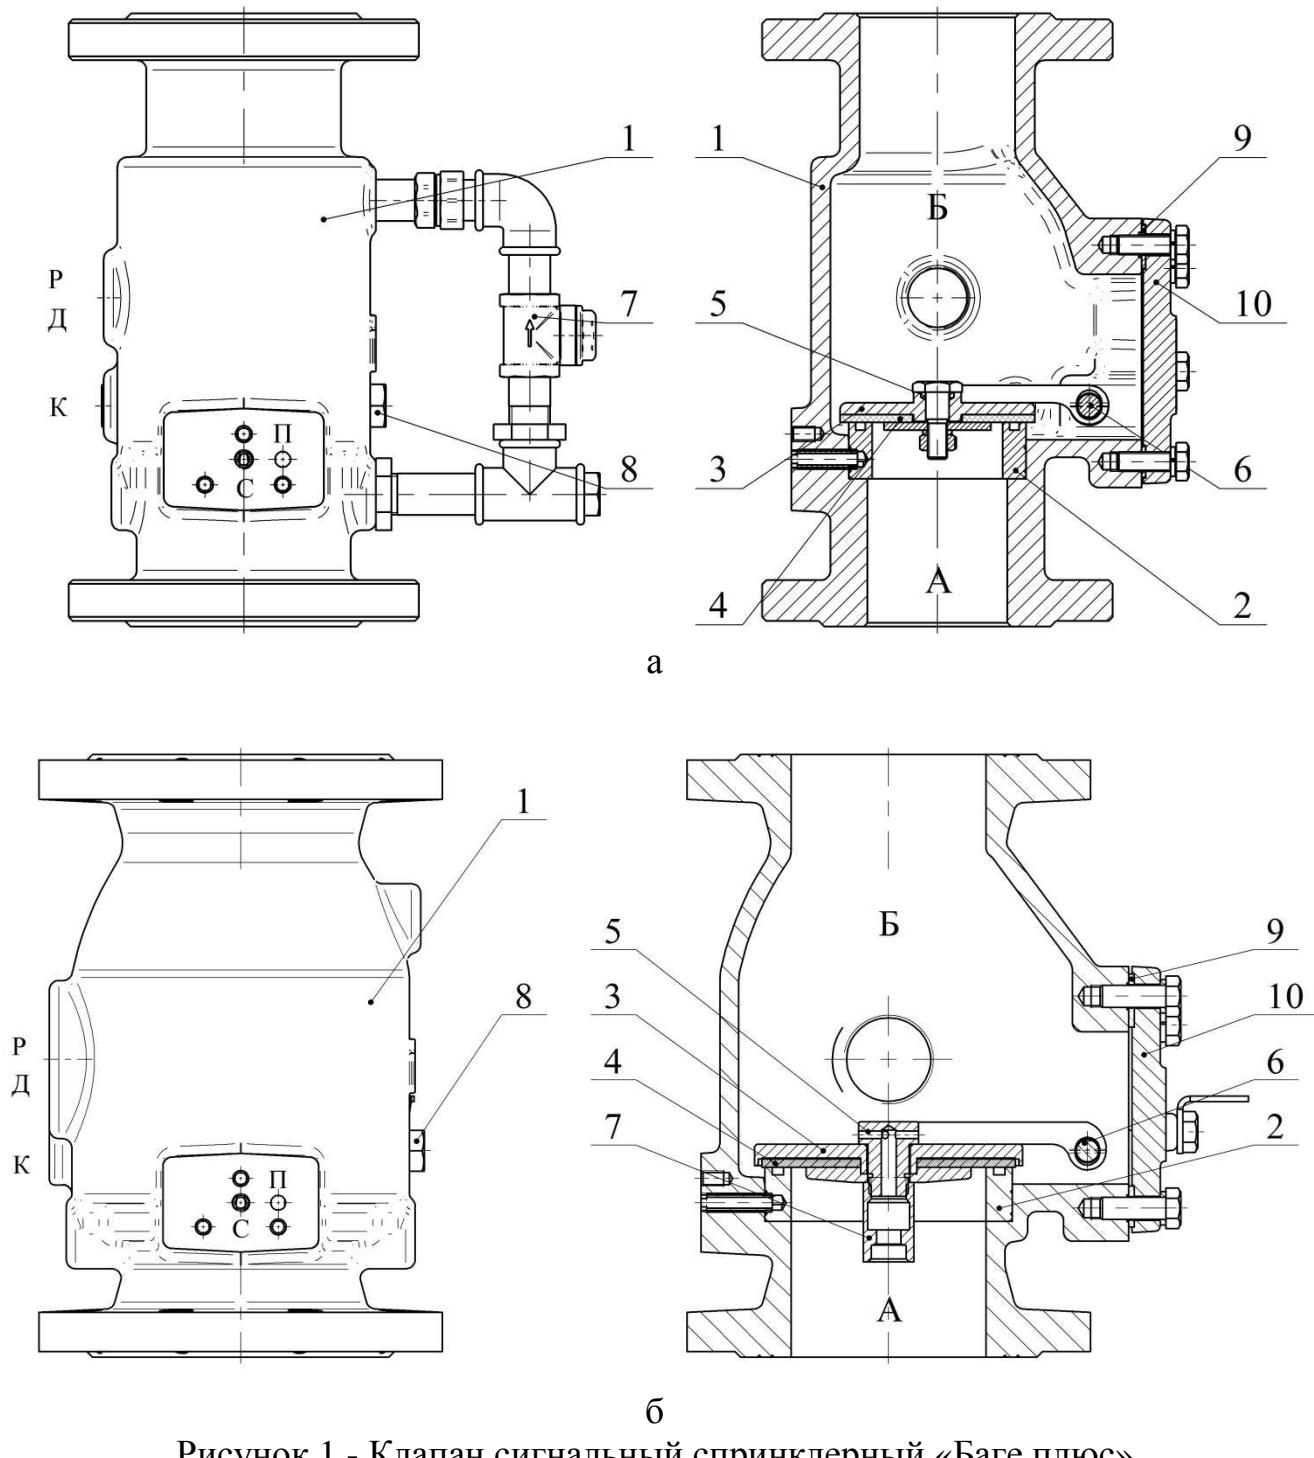

Рисунок 1 - Клапан сигнальный спринклерный «Баге плюс»
5.2 Клапан (К) (рисунок 1) состоит из корпуса 1, с входным «А» и выходным «Б» отверстиями, затвора 3, установленного шарнирно на оси 6, которая фиксируется от смещения двумя пробками 8. Необходимое уплотнение, между затвором 3 и седлом 2, обеспечивается резиновой пластиной 4, закрепленной на затворе при помощи болта 5 (в УУ DN100 и DN150 болт выполняет роль компенсатора для подпитки питающего трубопровода; в УУ DN65 и DN80 данный компенсатор выполнен в корпусе клапана). Обратный клапан 7, препятствует сбросу давления в питающем трубопроводе при его уменьшении в подводящем трубопроводе. В УУ DN65 и DN80 обратный клапан установлен снаружи корпуса (рисунок 1а), в УУ DN100 и DN150 обратный клапан установлен внутри корпуса (рисунок 1б). Для ремонта и обслуживания клапана, в его корпусе предусмотрено окно, закрытое крышкой 10 с прокладкой 9.
- снять крышку 10 (рисунок 1), открутить пробки 8, вынуть ось 6, вынуть затвор 3;